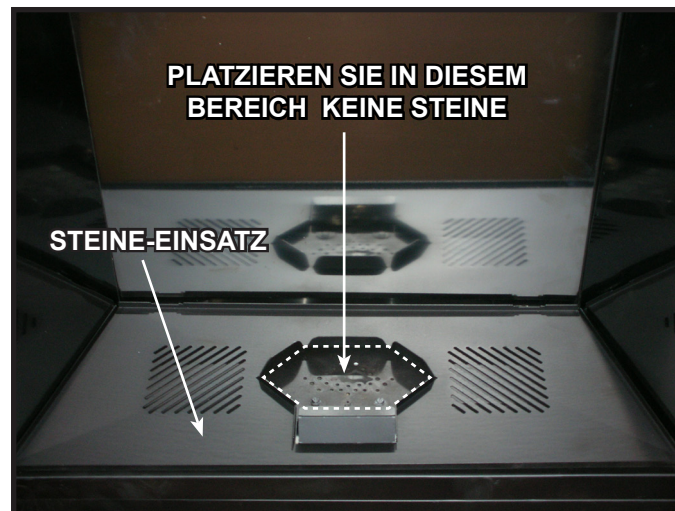

Abbildung 14.8
4. Legen Sie den Steine-Einsatz auf die Brennschale auf. Siehe Abbildung 14.8.